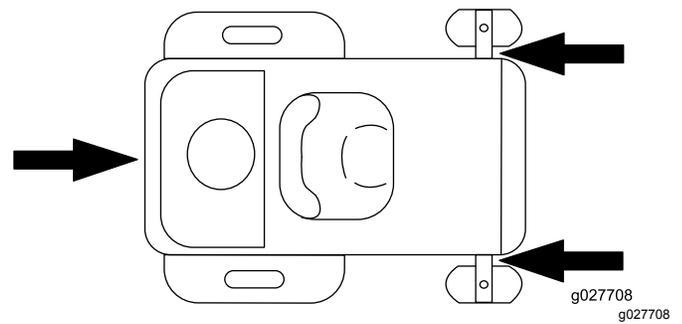

Figure 23
6. Arrimez la machine près des roues pivotantes avant et du pare-chocs arrière à l'aide de sangles, chaînes, câbles ou cordes (Figure 23). Reportez-vous aux réglementations locales concernant les exigences en matière d'arrimage.